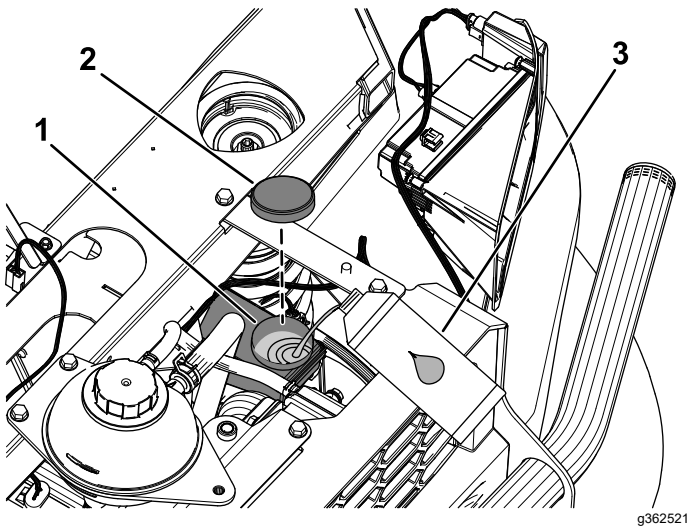

Figura 84
4. Sollevate il cofano per avere accesso al cilindro del freno principale e al serbatoio (Figura 84).
- A. Pulite l'area intorno al tappo del serbatoio e togliete il tappo (Figura 84).
- C. Montate il tappo sul serbatoio (Figura 84).